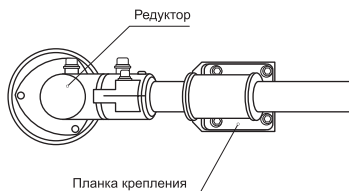

Рис. 4
■ Совместите отверстия в защитном кожухе с отверстиями в планке крепления (рис. 4).